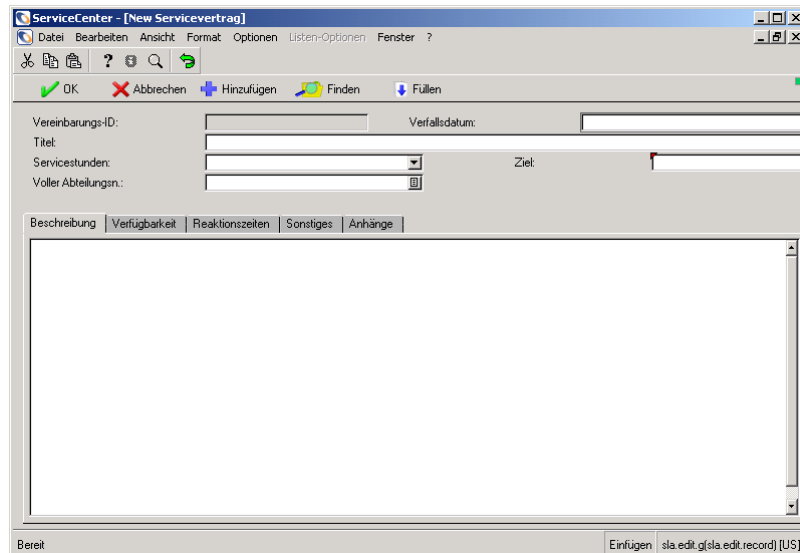

Abbildung 9-4: Leeres Formular eines SLA-Datensatzes
- 2 Klicken Sie auf Neuen SLA hinzufügen. Abbildung 9-4 zeigt das Formular eines SLA-Datensatzes.